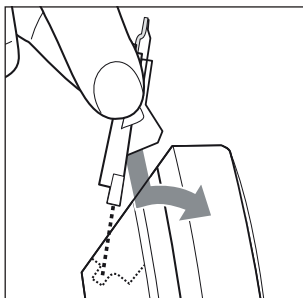

Fig. 10
- 2) Com a escova de limpeza ❶❷ (fornecida com o aparelho) remova os restos de cabelo da cabeça de corte ❶.
- 3) Lave a cabeça de corte ❶ com água corrente. Não utilize qualquer outro líquido para efetuar a limpeza.
- 4) Deixe a cabeça de corte ❶ secar.
- 5) Aplique algumas gotas do óleo para lâminas ❶❸ fornecido sobre a lâmina de corte da cabeça de corte ❶ e espalhe-o uniformemente. Se necessário, limpe o óleo em excesso com um pano macio.
- 6) Posicione o ressalto da cabeça de corte **1** sob o rebordo posterior do corpo. Pressione a cabeça de corte **1** para baixo, contra o retentor do ressalto e depois para a frente, até encaixar de forma audível no aparelho (ver fig. 10).